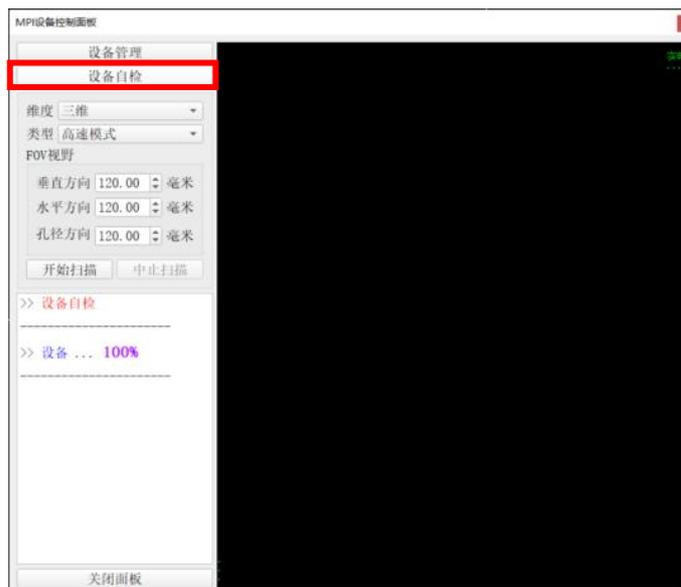

图 2.1.5 设备远程管理界面
4. 点击 MPI 设备控制面板中的“设备自检”按钮，进行设备自检，如图 2.1.5 所示。MPI 设备控制面板左侧显示进度为 100%时表示设备可正常运行，扫描模式选择和视野选择区域解锁。每种模式开始扫描前均需进行设备自检操作，以保证设备正常运行。